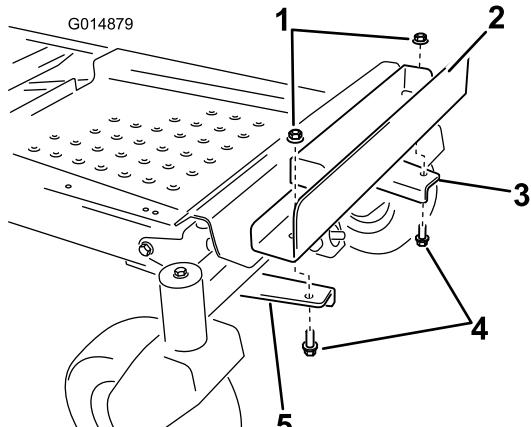

Figure 8
5. Montez le support de fixation de masse sur les supports de montage (Figure 8). Alignez les trous extérieurs du support sur les supports de montage montés précédemment. Veillez à bien centrer le support sur le bâti. Fixez avec les deux boulons (3/8 x 1 pouce) et les deux contre-écrous (3/8 pouce).